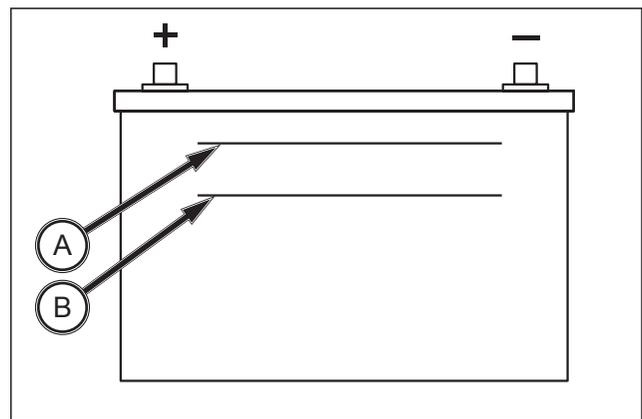

FIG. 170
**FIG. 170 :** Il faut contrôler l'électrolyte de la batterie. Assurez-vous que le niveau d'électrolyte se situe entre le repère supérieur (A) et le repère inférieur (B). Si le niveau est en dessous du repère inférieur, ajoutez de l'eau distillée.